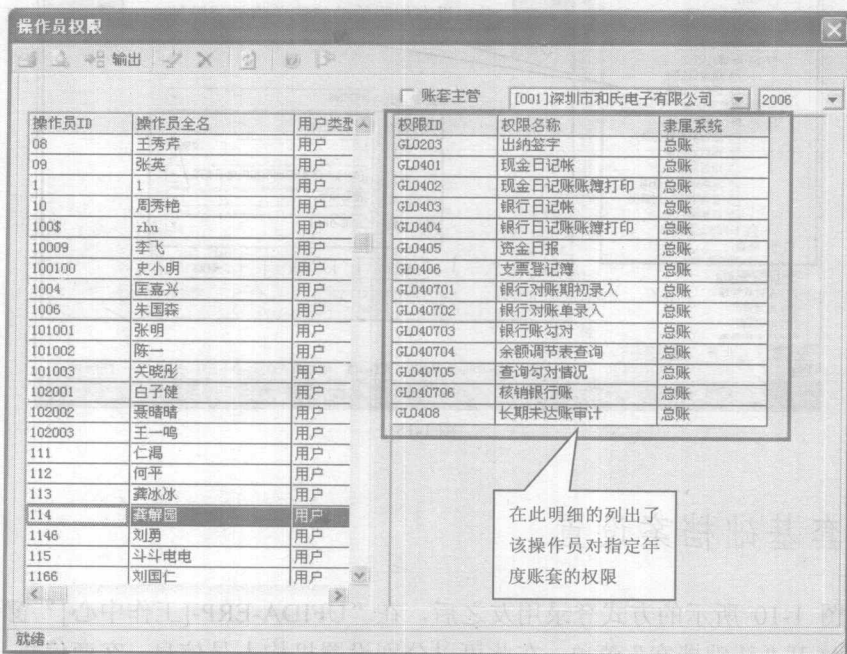

图 1-14
(4) 分别选择操作员 113 和 114, 然后单击“修改”按钮, 分别为其设置权限。
(5) 权限设置完毕, 单击“确定”按钮, 可以在“操作员权限”窗口中看到该操作员对指定年限的账套拥有的权限, 如图 1-14 所示。